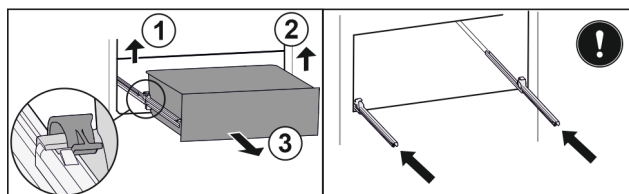

Fig. 173
- Zvedněte levou svorku a současně vytáhněte zásuvku vlevo dopředu. Fig. 173 (1)
- Zvedněte pravou svorku a současně vytáhněte zásuvku vpravo dopředu. Fig. 173 (2)
- Vyjměte zásuvku dopředu. Fig. 173 (3)